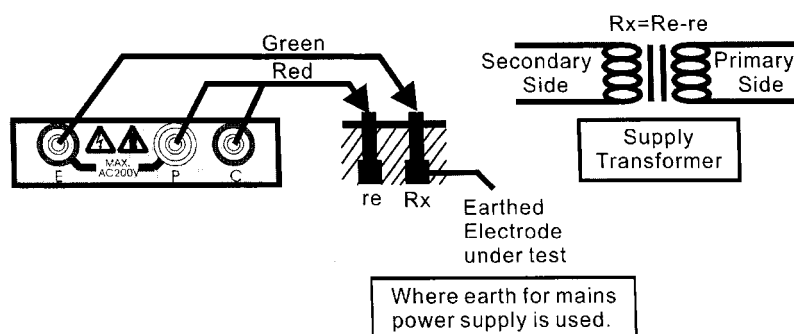

Fig.2
- Une fois les connexions réalisées comme indiqué figure 2, effectuez une mesure de tension (position EARTH VOLTAGE + TEST ON/OFF) pour vous assurer que la tension présente aux bornes est $< 10\text{ V}$.